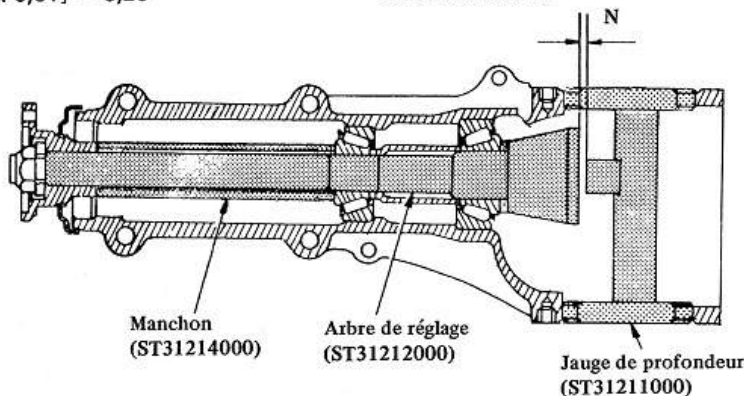

Fig. PD-20 Mesure de la distance
1. Monter la jauge de profondeur ST31211000 sur le carter du différentiel, avec l'arbre de réglage en place. Voir figure PD-20.